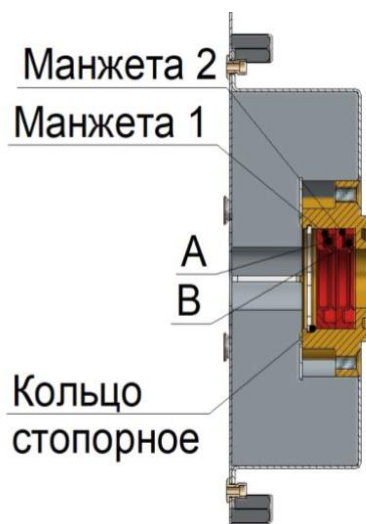

Рис.20 Схема установки манжет.
- со стороны камеры снять кольцо стопорное и снять 2 манжеты (см. рис.20);